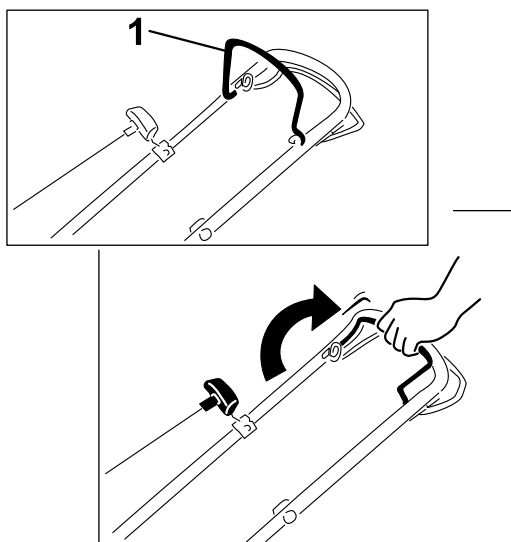

Bild 17
1. Drücken Sie den Schaltbügel gegen den Führungsholm und halten Sie ihn gegen den Führungsholm gedrückt (Bild 17).